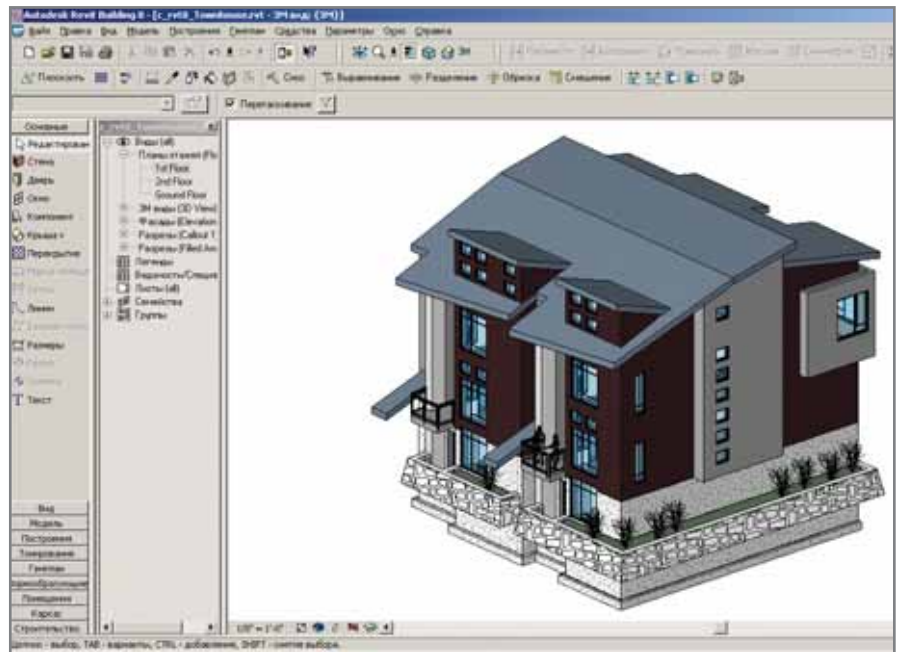

Рис. 11. Перспективный вид отображает все объекты, хотя на поэтажном виде часть элементов отключена
6. С помощью браузера проекта (*Project Browser*) перейдите в 3D перспективный вид (рис. 11). Как видно на рис. 11, изоляция элементов актуальна только для того вида, в котором вы работали, — на другие виды это действие не распространяется.